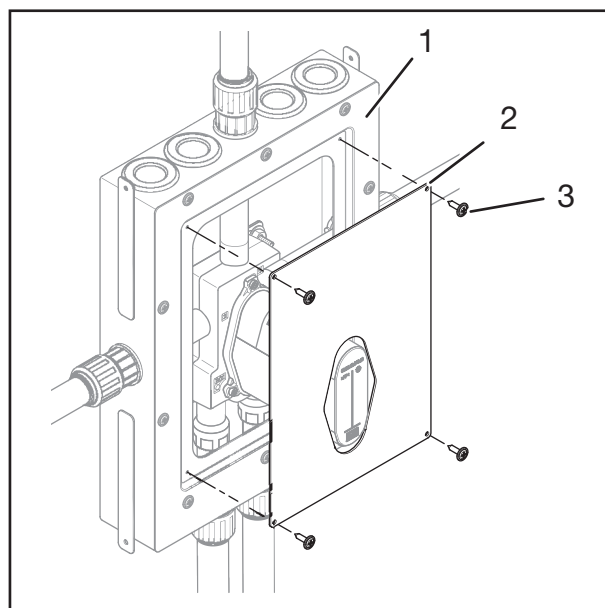

Fig. 13: Montering av servicelucka
1. Positionera serviceluckan (fig. 13/2) på ramen (fig. 13/1).
2. Skruva fast serviceluckan (fig. 13/2) på ramen (fig. 13/1) med fyra TX 20-skruvar (fig. 13/3).